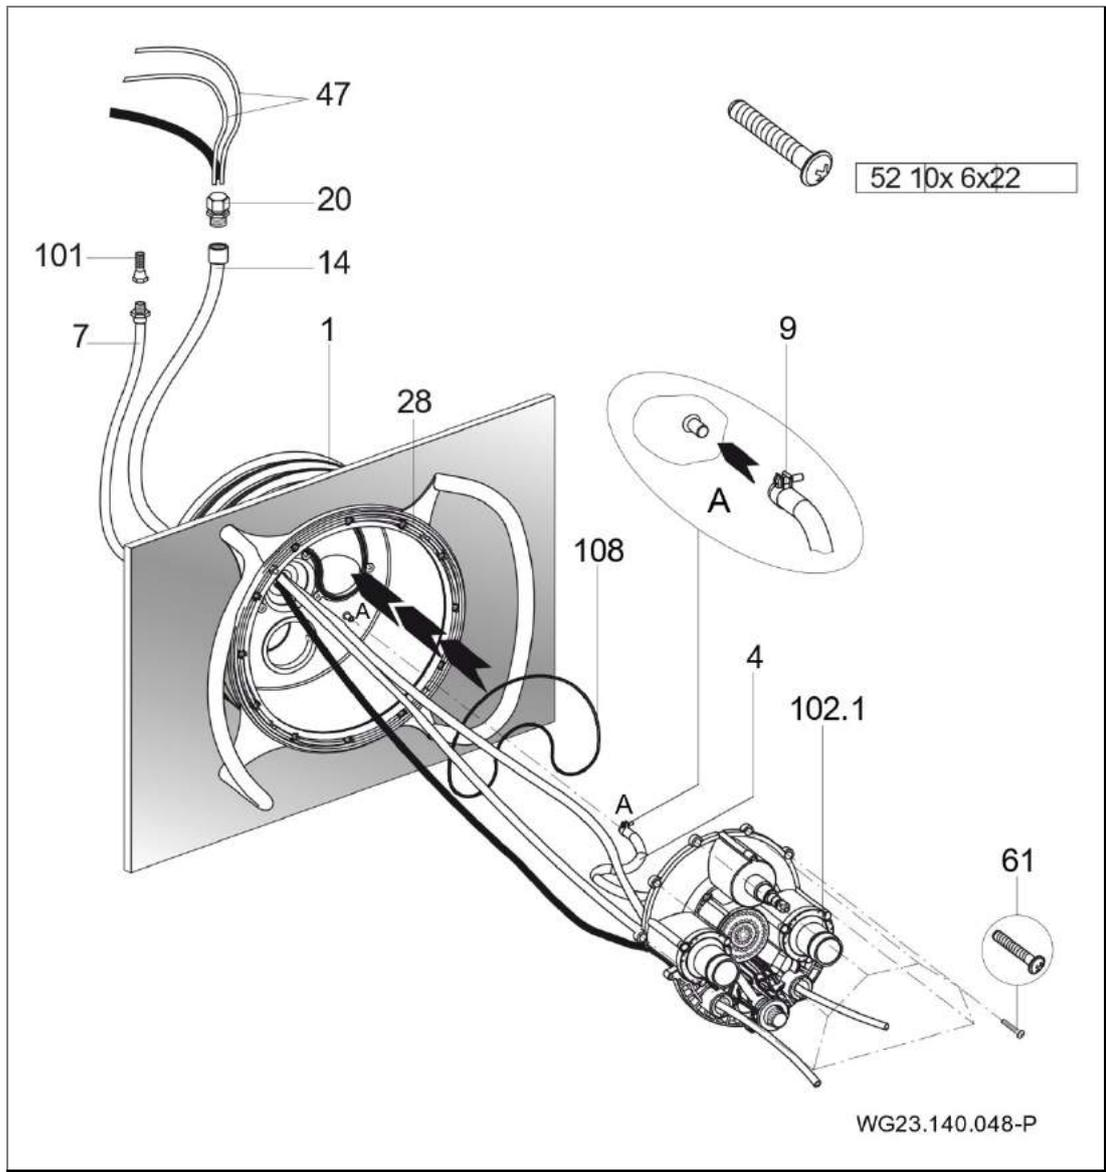

Fig. 17
2. Placer le joint torique (108) dans la pièce à sceller (1). (Fig. 17)
3. Visser les dix vis auto taraudeuses jointes (61) dans le corps de buses. Poser le corps de buses pré assemblé (102.1) contre la pièce à sceller (1). (Fig. 17)
4. Faire passer les tuyaux pneumatiques ou les câbles des boutons-poussoirs piézo à travers les ouvertures inférieures ou extérieures du boîtier de buses (102.1); éclairage MARCHE/ARRET à gauche; pompe MARCHE/ARRET à droite. (Fig. 17)
5. Faire passer les tuyaux pneumatiques (47) ou les câbles des boutons-poussoirs piézo et les câbles du projecteur à travers la gaine de protection (14) puis l'étancher à l'aide du passe-câble (20). (Fig. 17)
6. Fixer la tuyauterie d'air interne (4), qui est déjà complètement pré- assemblée avec le corps de buses (102.1) et la régulation d'air, à la pièce à sceller (1) avec le collier de serrage (9). (Fig. 17)
7. Aligner le corps de buses complet (102.1) sur la pièce à sceller (1) et fixer les dix vis auto taraudeuses préassemblées (61). (Fig. 17)
8. Primavera : Glisser respectivement un joint torique (37) sur les boutons-poussoirs pneumatiques (38/1 ; 38/2). Fixer les tuyaux pneumatiques aux boutons-poussoirs correspondants à l'aide de pinces pour flexibles (46). Insérer les deux